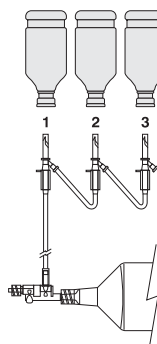

Figura 1:
- Retirar a cobertura protectora do pino 1 (ver a figura 1) e introduzi-lo numa garrafa de meio de contraste.
- Retirar a cobertura protectora do pino 2 (ver a figura 1) e introduzi-lo numa garrafa de meio de contraste.
- Retirar a cobertura protectora do pino 3 (ver a figura 1) e introduzi-lo numa garrafa de meio de contraste.
- As garrafas de meio de contraste são automaticamente esvaziadas de modo sucessivo da garrafa 3 para a garrafa 2 e da garrafa 2 para a garrafa 1 (ver a figura 1). Deste modo, a garrafa 3 será a primeira a ser esvaziada, a segunda será a garrafa 2 e, finalmente, a garrafa 1.
- Retire la cubierta protectora de la espita 1 (ver figura 1) e insértela en un frasco de contraste.
- Retire la cubierta protectora de la espita 2 (ver figura 1) e insértela en un frasco de contraste.
- Retire la cubierta protectora de la espita 3 (ver figura 1) e insértela en un frasco de contraste.
- Los frascos de contraste se vacían automáticamente en sucesión, del frasco 3 al 2, y del 2 al 1 (ver figura 1). De esta manera, primero se vaciará el frasco 3, luego el frasco 2, y finalmente el frasco 1.
- Remova a tampa protetora do perfurador 1, (consulte a Figura 1) e insira-a em um frasco de contraste.
- Remova a tampa protetora do perfurador 2, (consulte a Figura 1) e insira-a em um frasco de contraste.
- Remova a tampa protetora do perfurador 3, (consulte a Figura 1) e insira-a em um frasco de contraste.
- Os frascos de contraste são esvaziados automaticamente em sucessão, do frasco 3 para o frasco 2 e do frasco para o frasco 1 (consulte a Figura 1). Dessa forma, o frasco 3 esvaziará primeiro, seguindo pelo frasco 2 e depois pelo frasco 1.